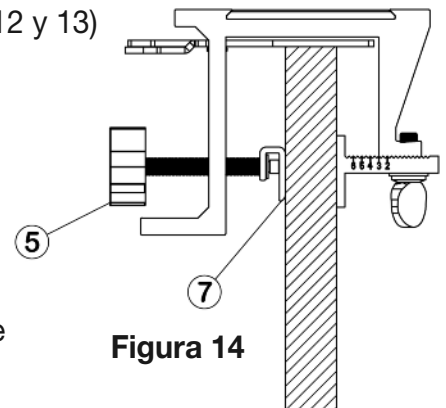

Figura 14
2. Después de haber desplegado completamente las barras posicionadoras, estará listo para reemplazar la pieza en la plantilla. Inserte la pieza cuidadosamente contra las barras posicionadoras desplegadas (Figura 14) y apriete los tornillos de mano sólo lo necesario [5] para que la pieza quede sostenida por las tenazas holgadamente [7].